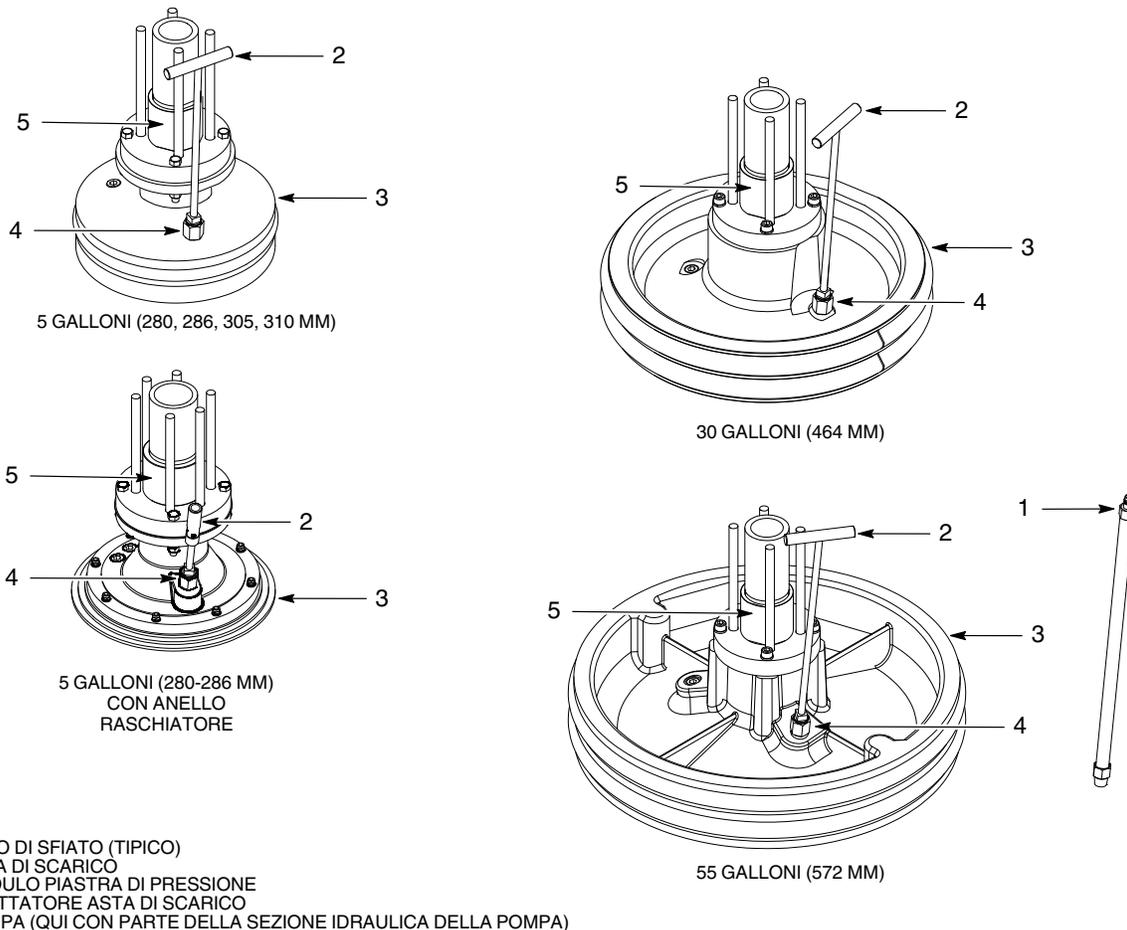

Figura 1 Moduli pressatore
Vedi figura 1. Il modulo pressatore si trova sulla sezione idraulica della pompa (5). È progettato per spingere fuori il materiale da contenitori quadrati. I moduli della piastra di pressione sono disponibili per adattarsi ai seguenti diametri interni di contenitori: